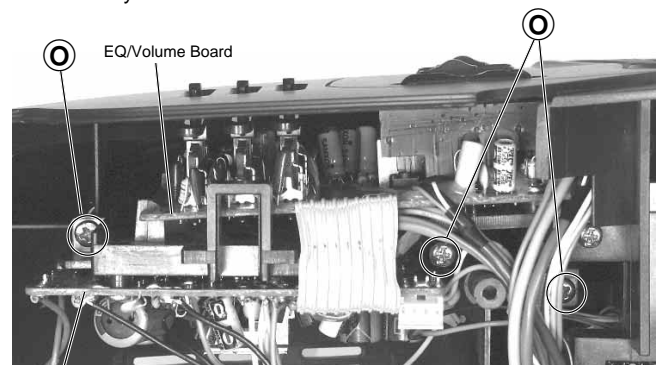

Fig. 10
- 3 Schrauben **G** (Fig. 10) herausdrehen.
- Undo 3 screws **G** (Fig. 10).